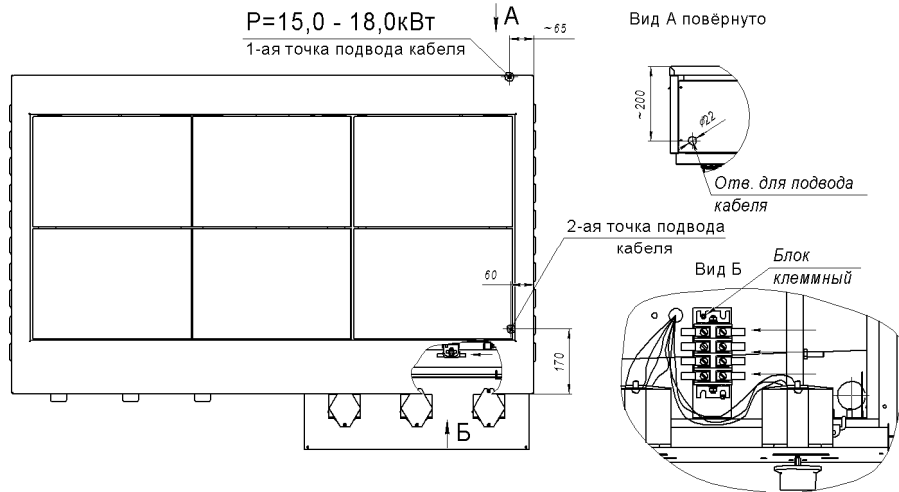

Рис.3
6.7 Рекомендуем, подвод электропитания к плите производить, скрытой в полу, трубной разводкой. Диаметр трубы – не менее 1/2" (Ø=22мм), высота от уровня пола не более 500мм (см. рис.3). Электропровода, заводимые в плиту, до клеммной колодки, должны иметь термоустойчивую изоляцию, с температурой длительной эксплуатации не менее 150°С.